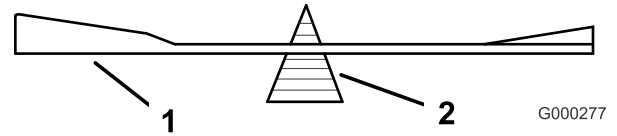

Figure 81
2. Vérifiez l'équilibre de la lame en la plaçant sur un équilibreur (Figure 81). Si la lame reste horizontale, elle est équilibrée et peut être utilisée. Si la lame est